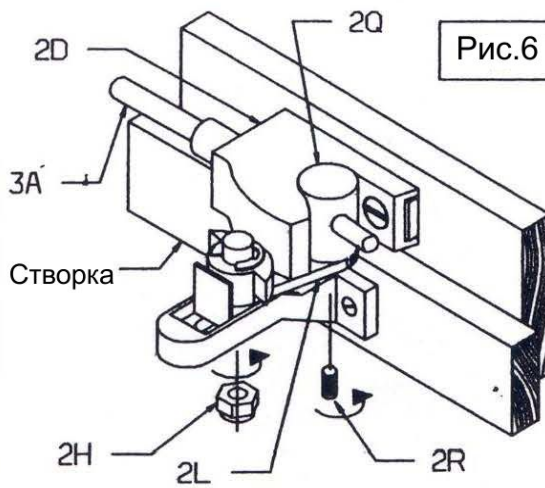

Рис.6
- Сильно надавив на крыло в заблокированном положении, поверните шатун 2L так, чтобы штифт 2Q глубоко вошел в полость крюка 2D, затем затяните гайку 2H (см. Рисунок 6).
- Вставить трос 3А внутрь отверстия штифта 2Q. Держа крыло закрытым, закрепите трос, затянув штифт 2R (см. Рис. 6). Отрежьте лишнюю веревку.
- Проверьте, правильно ли работает система, и, при необходимости, переместите шатун 2L для регулировки блокировки окна. Для выполнения этой операции используйте гайку 2H (см. Рисунок 6).